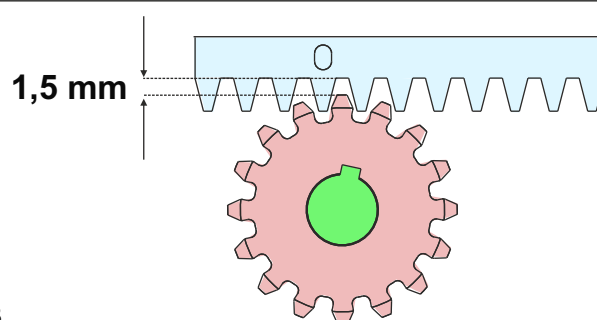

Fig. 13
5.6. Toute la crémaillère doit être surélevée de **1,5 mm** pour éviter que le poids du portail repose sur le pignon - Fig.13; **Laisser un jeu d'au moins 0,5 mm entre le dent du pignon et le dent de la crémaillère**